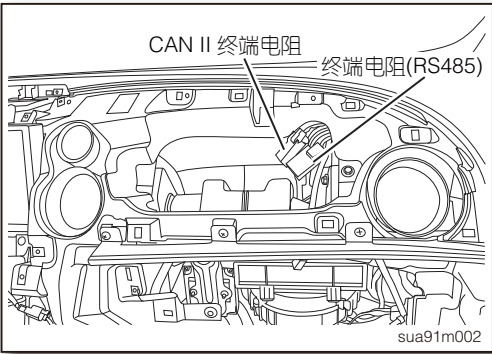

图5
- 2. 右侧终端电阻位于仪表板总成后方，靠近右侧出风口处(如图5)。